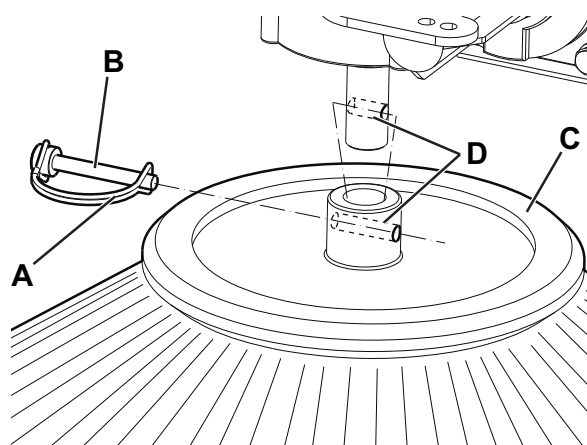

Рис. 8
2. Поверните ключ зажигания (82) в положение «0».
3. Отпустите пружину (А, Рис. 8), удалите штырь (В) и щетку (С) с вала редукторного двигателя.
4. Установите новую щетку на вал редукторного электродвигателя, вставьте штырь (В) в отверстия (D) и установите пружину (А).